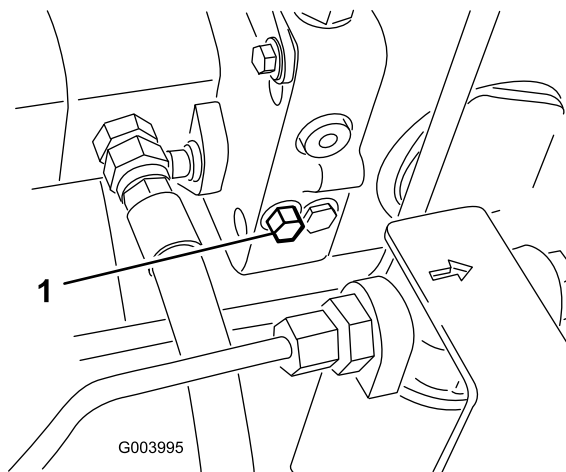

Figura 44
1. A válvula de derivação está localizada no lado esquerdo do hidrostato (Figura 44). Rode o parafuso 1-1/2 voltas para abrir para permitir a passagem do óleo internamente. Após este procedimento, torna-se possível deslocar lentamente a máquina sem danificar a transmissão.